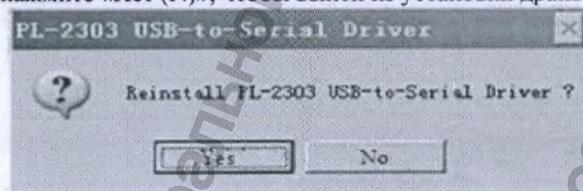
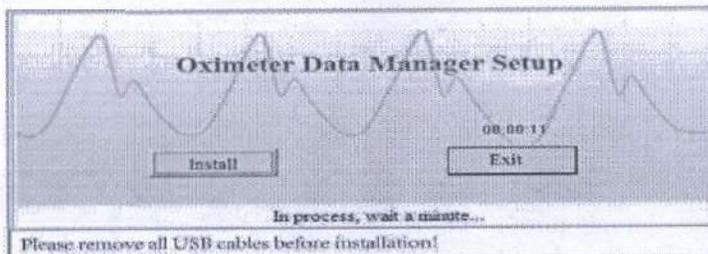

Рис. 10.3.12
Рис. 10.3.13
Пожалуйста, обратите внимание на следующие рисунки, чтобы сделать выбор, как показано на рис. 10.3.10 и рис. 10.3.10. Если установка завершена, появится рис. 10.3.12. После чего нажмите кнопку "OK".
Если этот драйвер USB уже установлен на этом компьютере, появится сообщение «Переустановить драйвер PL-2303 для перехода с USB порта на последовательный порт (Reinstall PL-2303 USB-to-Serial Driver), как показано на рис. 10.3.12. Если вам нужно переустановить, пожалуйста, нажмите «Да (Y)». После этого на экране появится рис. 10.3.13, затем сначала будет удален установленный драйвер, а затем установлен новый драйвер; если переустановка не требуется, нажмите «Нет (N)», чтобы выйти из установки драйвера USB.